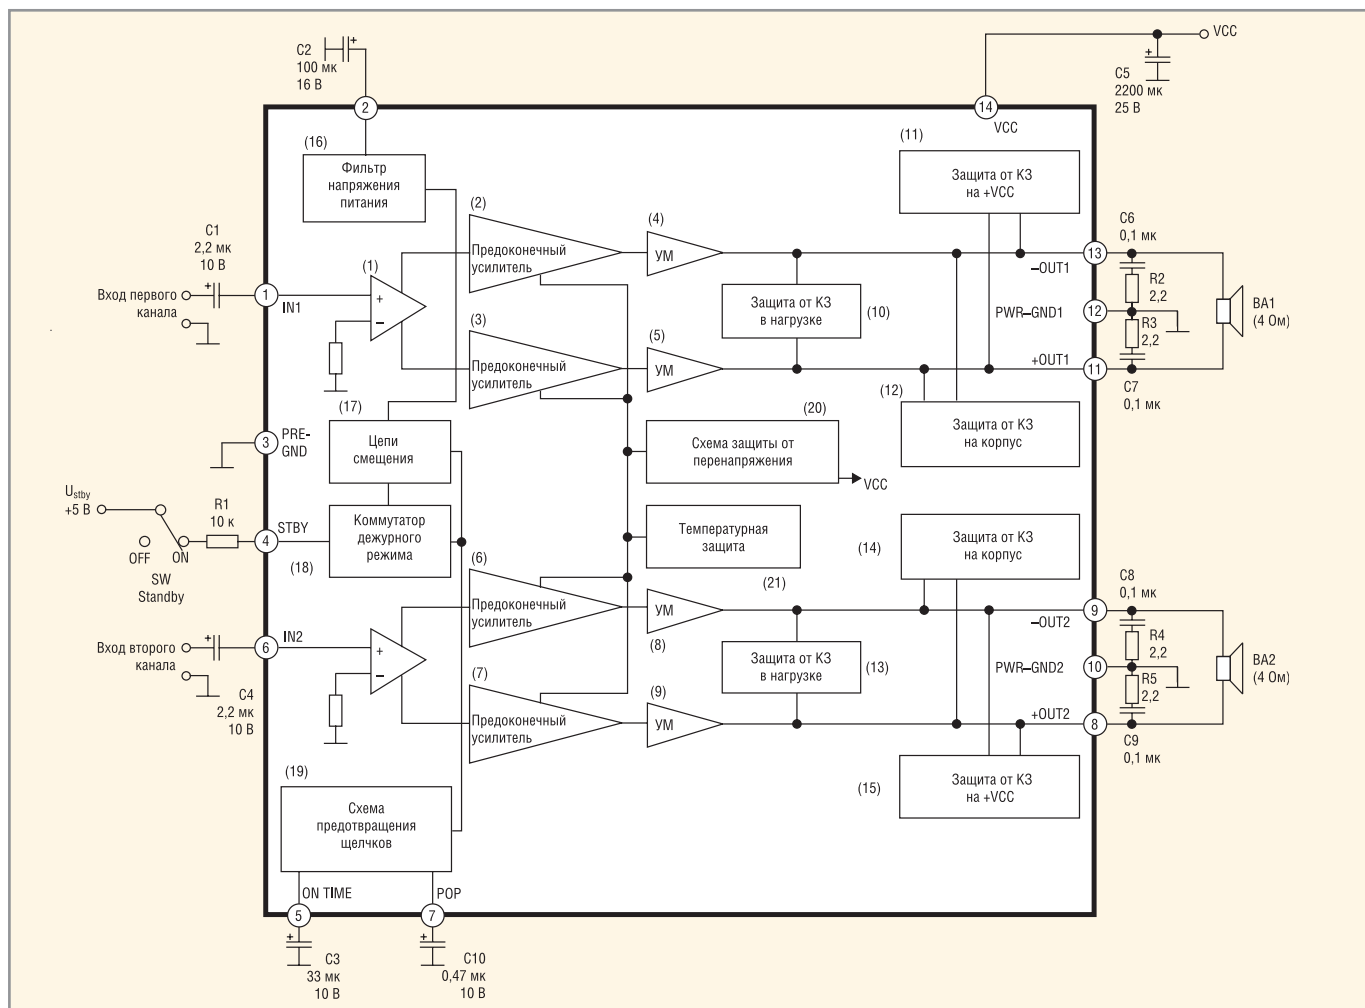

Рис. 1. Функциональная схема микросхем LA4625 и LA4628 с элементами внешней «обвязки»
мостовой выход и дежурный режим. Их внутренняя структура и корпуса одинаковы (SIP14HZ); совместимы они и по выводам, что позволяет использовать для изделий на этих микросхемах одни и те же печатные платы. Микросхемы различаются только выходной мощностью и напряжением питания. Функциональная схема микросхем LA4625 и LA4628 с элементами внешней «обвязки» показана на рис. 1, а назначение выводов дано в табл. 2. В этой же таблице указаны режимы микросхем LA4625 и LA4628 по постоянному току.
Из рис. 1 видно, что микросхемы содержат фазоинвертор (1) и два
Назначение внешних деталей микросхем LA4625 и LA4628 (см. рис. 1) следующее:
Рассмотрим назначение внешних деталей в типовой схеме включения микросхемы LA4663 (см. рис. 1):